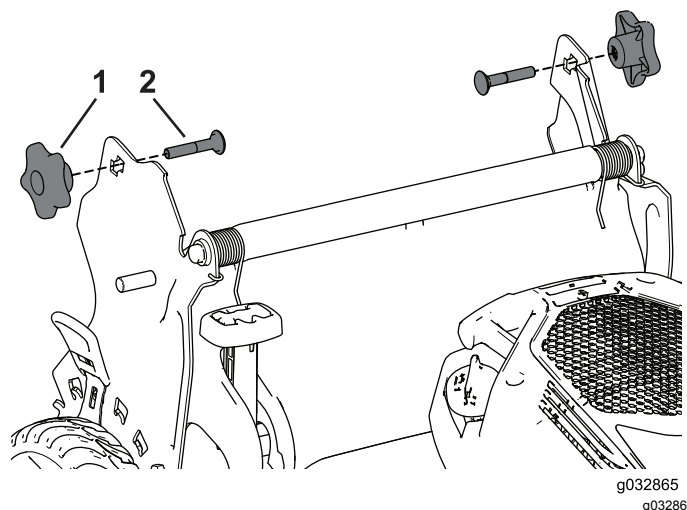

Bild 24
4. Führen Sie die Schlossschraube (mit dem Schraubenkopf nach innen zeigend) durch die Holmhalterung und das obere Loch im Holmende. Stellen Sie sicher, dass jede eckige Schlossschraube richtig in der dazugehörigen oberen oder unteren viereckigen Öffnung der jeweiligen Holmhalterung sitzt (Bild 24).